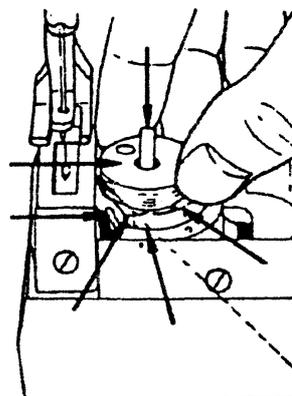

Fig.7
8. Mise en place et retrait de la canette : (Fig. 7) _____	- 5 -
8. Mise en place et retrait de la canette : (Fig. 7)